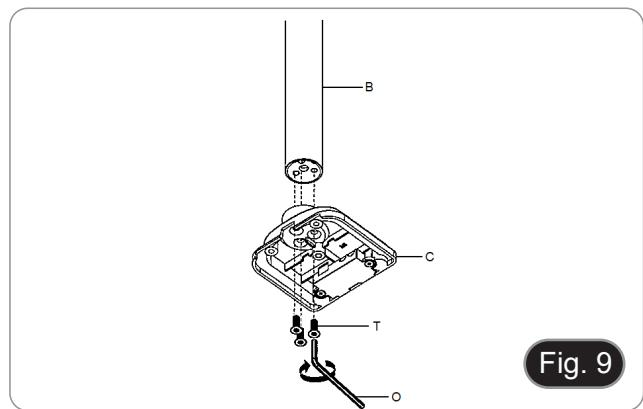

Fig. 9
1. Befestigen Sie die Säule (B) mit den drei Schrauben (T) an der Tischklemme (C). (Fig. 9)